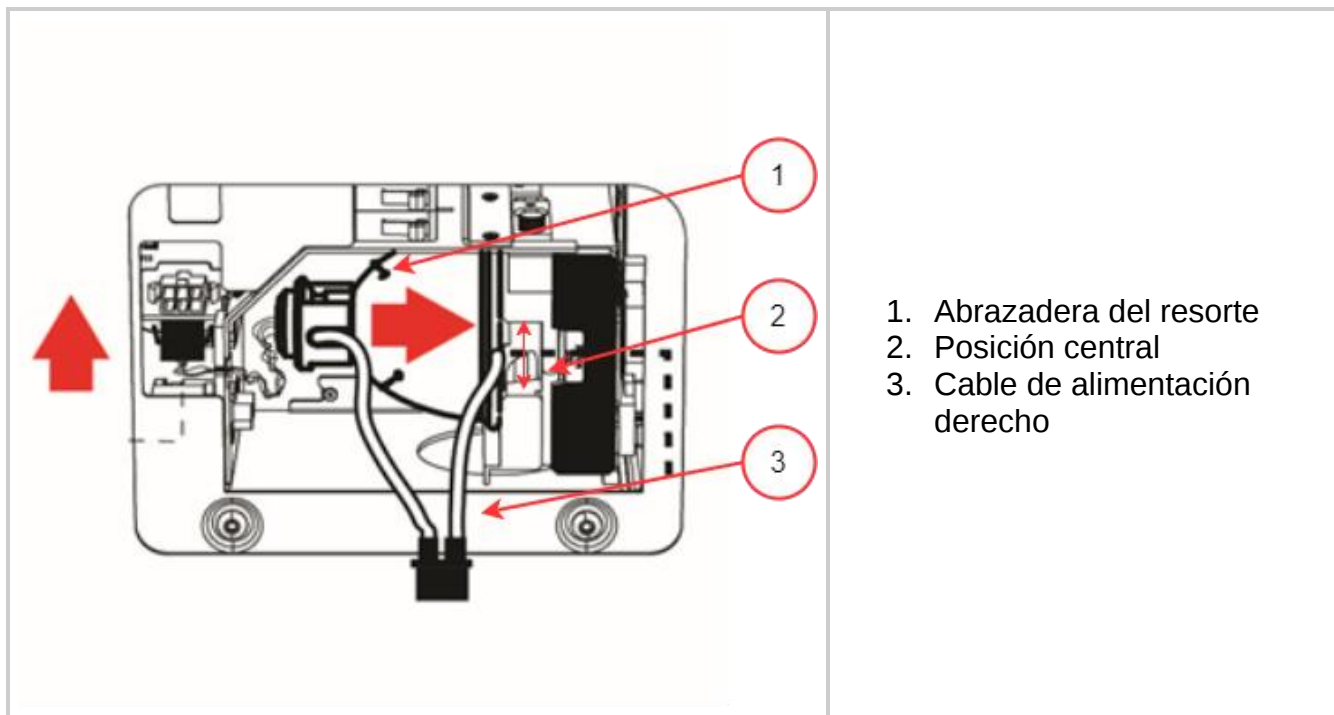

Figura 3-5 Orientación de instalación de la lámpara (2)
3. Ajuste o gire la lámpara para asegurarse de que el cable de alimentación derecho no está en contacto con ninguna parte del portalámparas. Debe estar centrado dentro del recorte del portalámparas que se muestra en la **figura 3-5**.